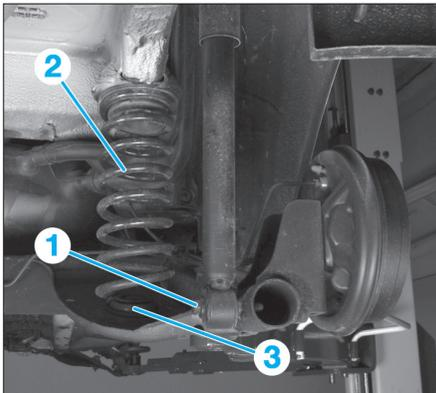

Fig. 27
- Déposer la vis (1) inférieure de l'amortisseur (Fig.27).
- Retirer le ressort (2) de sa coupelle inférieure (3) par l'arrière.